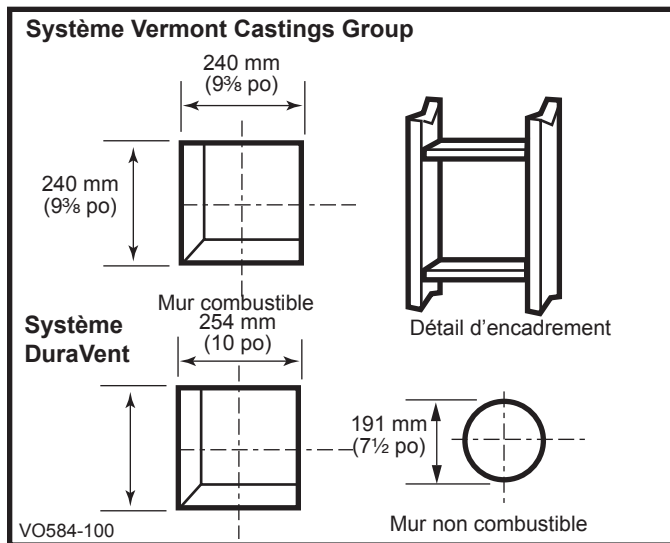
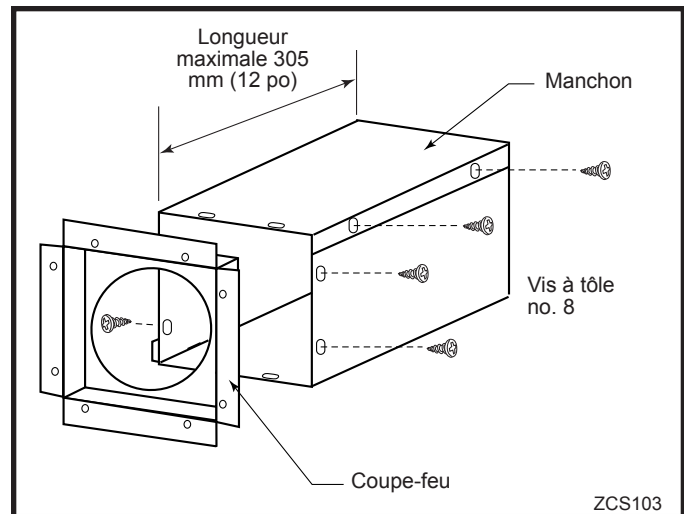

Fig. 23 Emplacement de l'ouverture.
Fig. 24 Assemblage du manchon et du coupe-feu.
1. Localisez l'ouverture de ventilation murale. Pour déterminer l'axe de l'ouverture, reportez-vous à la Page 6, Figure 5. Il se peut qu'il soit d'abord nécessaire de disposer le poêle et de mesurer afin de trouver l'emplacement du trou. Que le mur soit fabriqué ou non de matériaux combustibles, découpez l'ouverture selon les dimensions de la Figure 24. Les ouvertures pratiquées dans les murs combustibles doivent cependant faire l'objet d'un encadrement, tel qu'illustré à la Figure 23.
2. Mesurez l'épaisseur du mur et coupez les sections du manchon mural selon la longueur MAXIMUM appropriée de 305 mm (12 po). Assemblez ce dernier au moyen des vis à tôle n° 8 comprises. Fixez le coupe-feu à l'extrémité du manchon en vous servant des trous prévus à cet effet. (Fig. 24) **REMARQUE:** L'emploi du manchon mural s'avère nécessaire aux fins d'installation dans les murs combustibles seulement.
3. Installez l'ensemble manchon et coupe-feu dans la découpe murale et fixez le coupe-feu à l'encadrement. (Fig. 24)